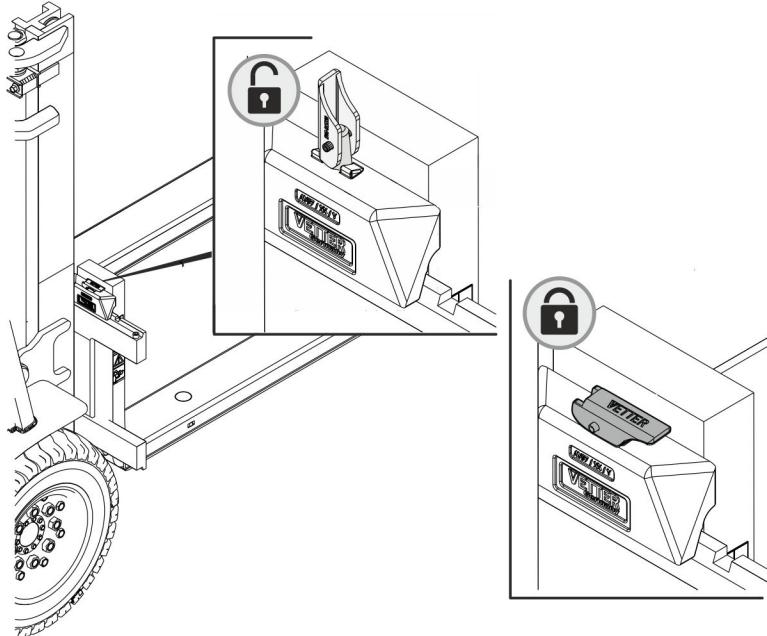

Abb. 8: Arretierung schließen
- 9.** ManuTel® G2 durch Schließen des Arretierungshebels innerhalb der Arretierungs-nuten verriegeln (Abb. 8).